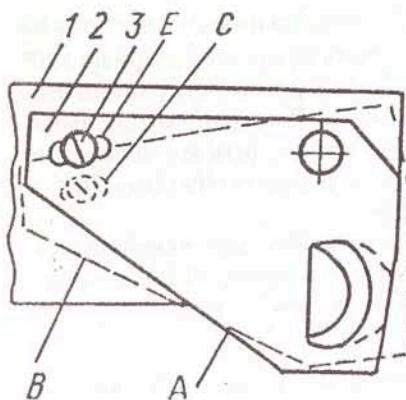

Рис. 5.1. Схема расположения право-стороннего ограничителя двери (вид сверху):
5.8. Дверь холодильной камеры в холодильнике открывается на 90°. При желании можно увеличить угол открывания двери до 120°. Для этого выверните винт 3 (рис. 5.1), переведите ограничитель двери в положение В, совместив отверстие Е в ограничителе двери с отверстием С в двери холодильника и закрепите это положение ограничителя винтом. Одновременно с винтом переносится и имеющаяся под головкой винта шайба.